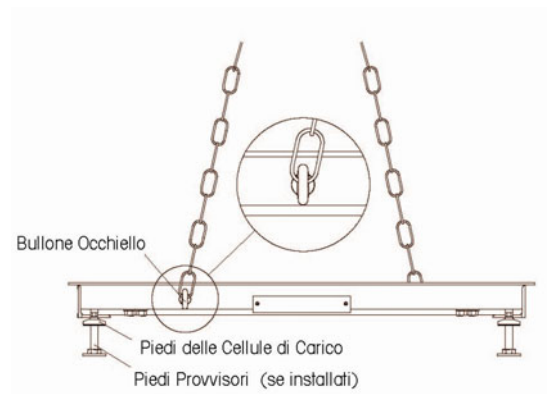

Figura 1. Metodo di sollevamento.
2. Inserire i due bulloni a occhiello forniti sui lati opposti della bilancia (vedere figura 1).